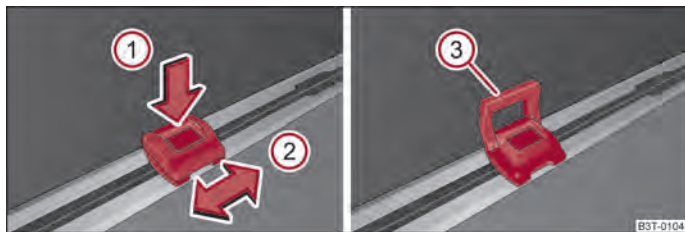

Abb. 81 Verschiebbare Verzurrösen
- Drücken Sie die Taste ① ⇒ Abb. 81 und schieben Sie die Verzurröse in die gewünschte Position, Pfeil ②.
- Klappen Sie den Bügel ③ ⇒ Abb. 81 hoch und bringen Sie z. B. das Befestigungsnetz an.